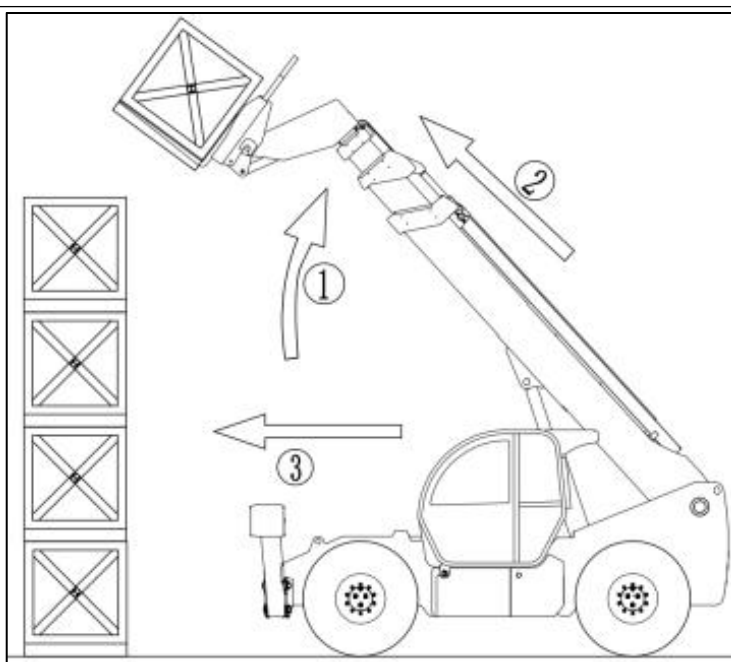

Рисунок 2-13
3) Поднимите и выдвиньте подъемный рычаг (шаг①), затем (шаг②), пока нагрузка не окажется выше укладки. При необходимости осторожно передвиньте транспортное средство вперед (шаг ③) (см. рис. 2-13).